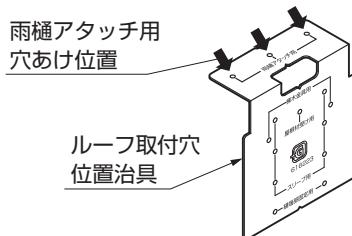

図11-14
①ルーフ取付穴位置治具を樋にあて、ケガキ、ドリルで水抜き穴Φ36と雨桶アタッチA取付穴Φ3.2をあけてください。(図11-14、11-15参照)